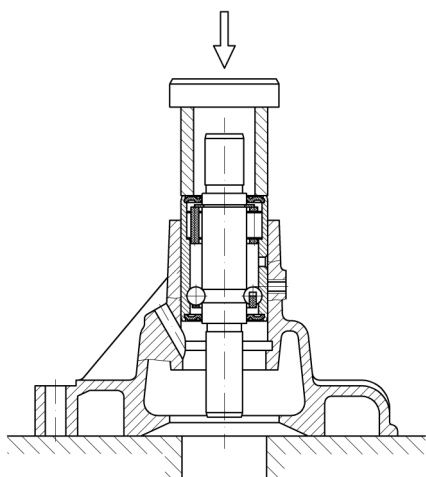

Рисунок 57 – Запрессовка подшипника с валиком
- с помощью оправки запрессовать подшипник с валиком в сборе в корпус так, чтобы гнездо под фиксатор на обойме подшипника совпало с отверстием в корпусе насоса (Рисунок 57);